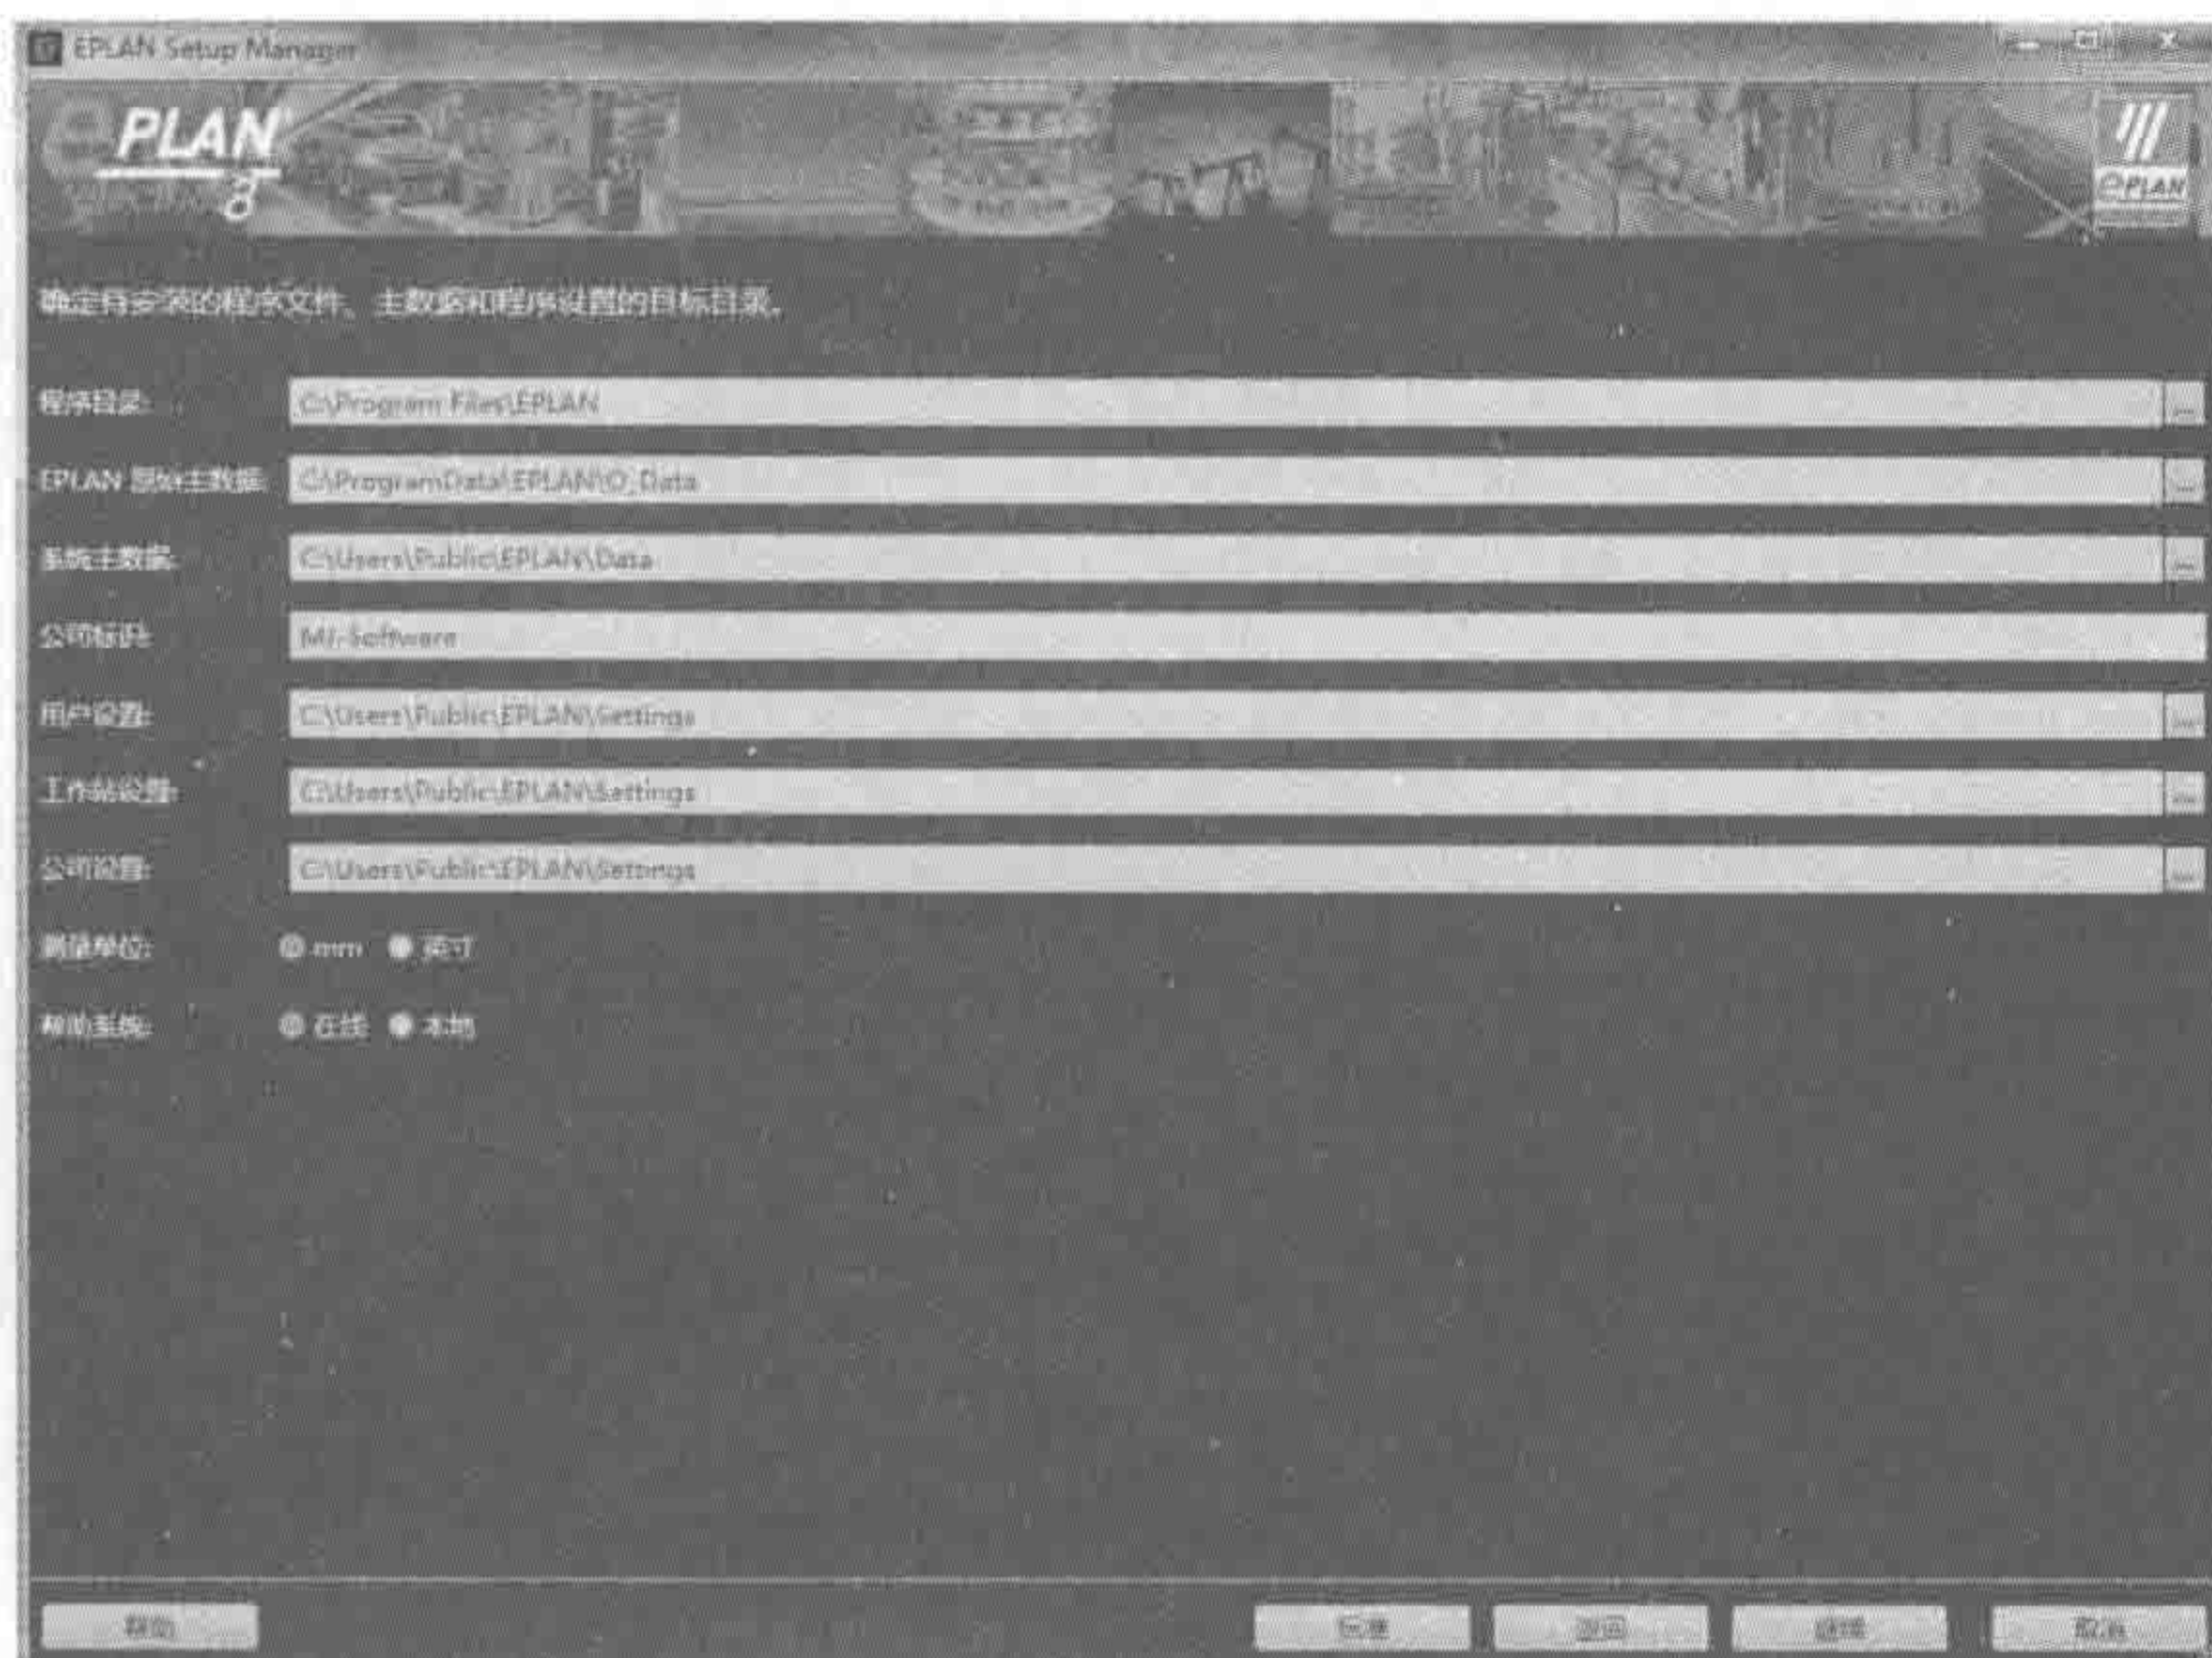

图 1-9 安装数据库路径设置
4) 单击【继续】按钮，选择软件安装路径、程序主数据及相关设置目录路径，如图 1-9 所示。